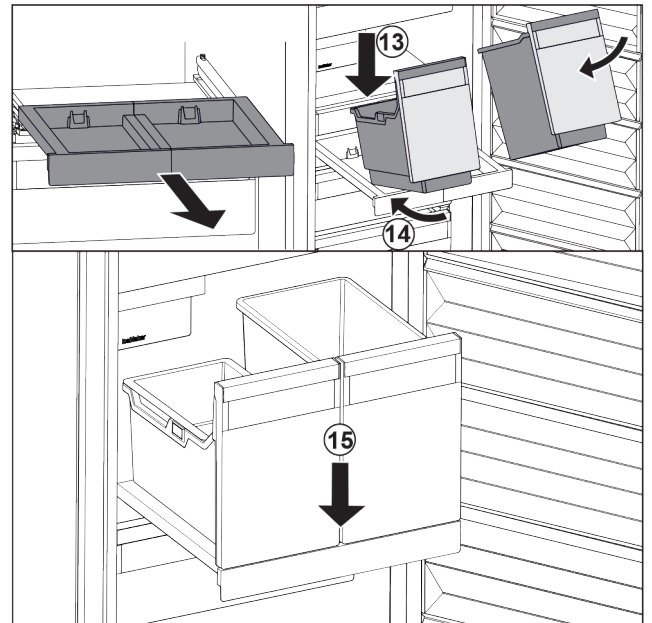

Fig. 100
- ▶ Bak schuin op het uitschuifplateau plaatsen. Fig. 100 (13)
- ▶ Bak er schuin naar achteren inschuiven. Fig. 100 (14)
- ▶ Bak aan voorzijde neerzetten. Fig. 100 (15)